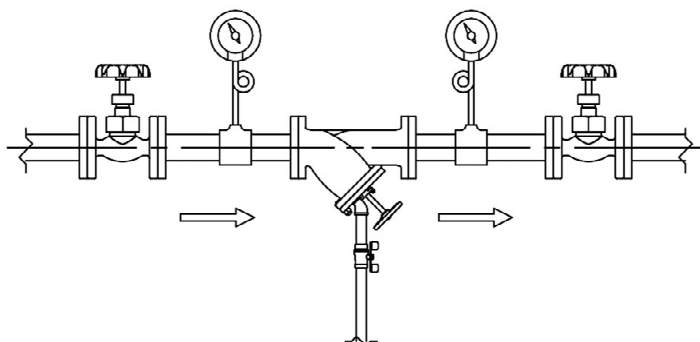

図 4.1 水平配管
- (1) ストレーナの前後に圧力計を必ず取り付けてください。差圧により目詰まりの状態を知ることができます。(図 4.1、4.2 参照)
- (2) 取付けは、⑳ボールバルブが下向きになるようにしてください。また㉑ボールバルブの先は、安全な場所まで導いて下さい。